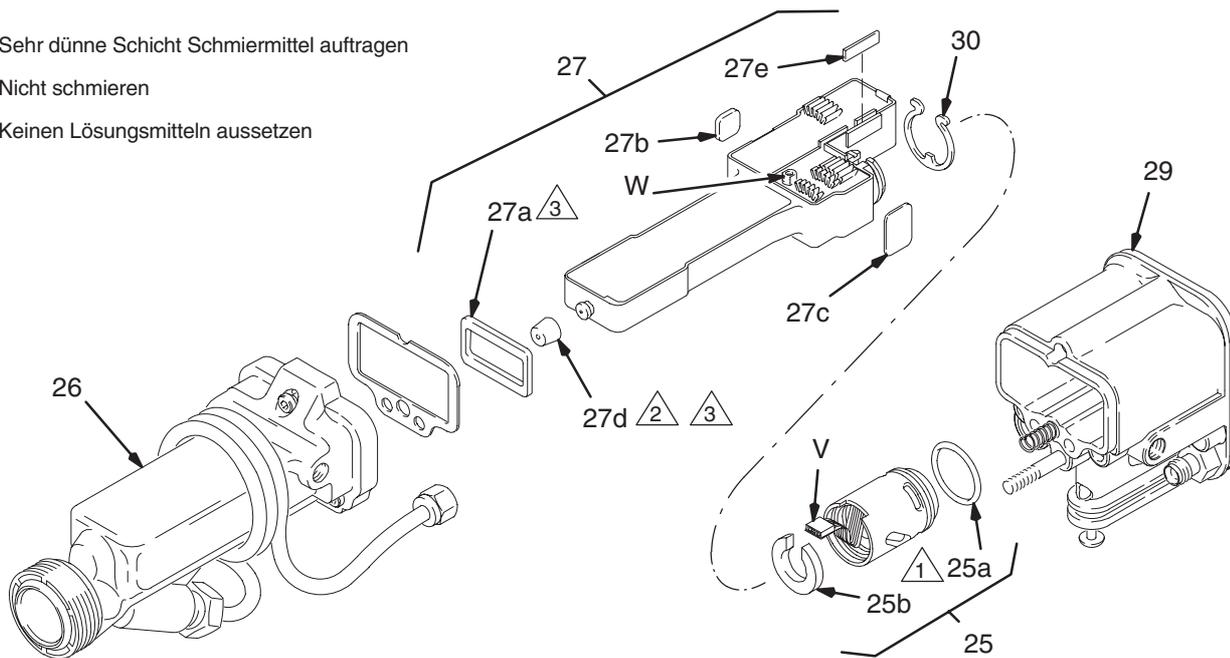

Abb. 25
2. Die beiden Enden des Halterings (30) zusammendrücken und den Generator (25) vorsichtig vom Hochspannungserzeuger (27) wegziehen, bis sich die Kabelverbindung (V) löst. Siehe Abb. 25.
3. Mit einem Ohmmeter die Wicklung des Turbinengenerators ausmessen. Widerstand zwischen den beiden äußeren Kontakten des 3-poligen Steckers (V) messen. Der Widerstand sollte zwischen 3 und 5 Ohm liegen. Falls der Widerstand von diesem Wert abweicht, den Generator austauschen.
4. Den 3-poligen Stecker auf die drei Stifte am Hochspannungserzeuger aufsetzen. Den Generator (25) auf den Hochspannungserzeuger (27) drücken, bis der Haltering (30) am Generator einrastet.